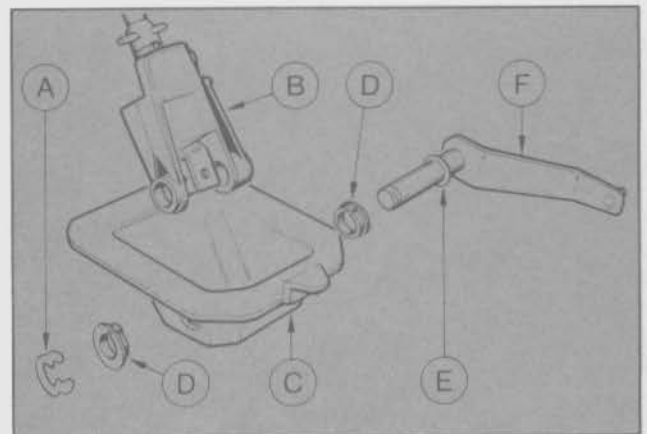

Fig. 144 - Conjunto de la palanca selectora
- Introducir el conjunto superior completo de la palanca selectora y el brazo inferior de la misma con su eje, los bujes guía (2) y la arandela en el alojamiento de la palanca. Colocar el retén elástico en el eje (Fig. 144).